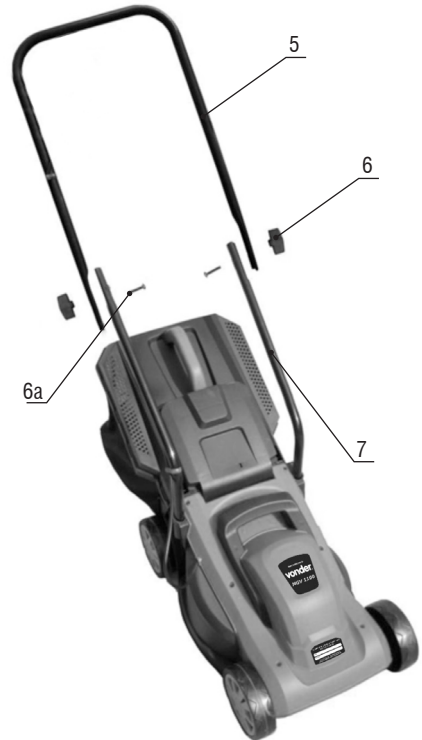

Figura 3 – Montaje del cable
Para montar el cable en la barra, posicione el cable (5) alineado con la barra (7), inserte el perno (6a) y apriete con la tuerca mariposa (6), conforme figura 3.